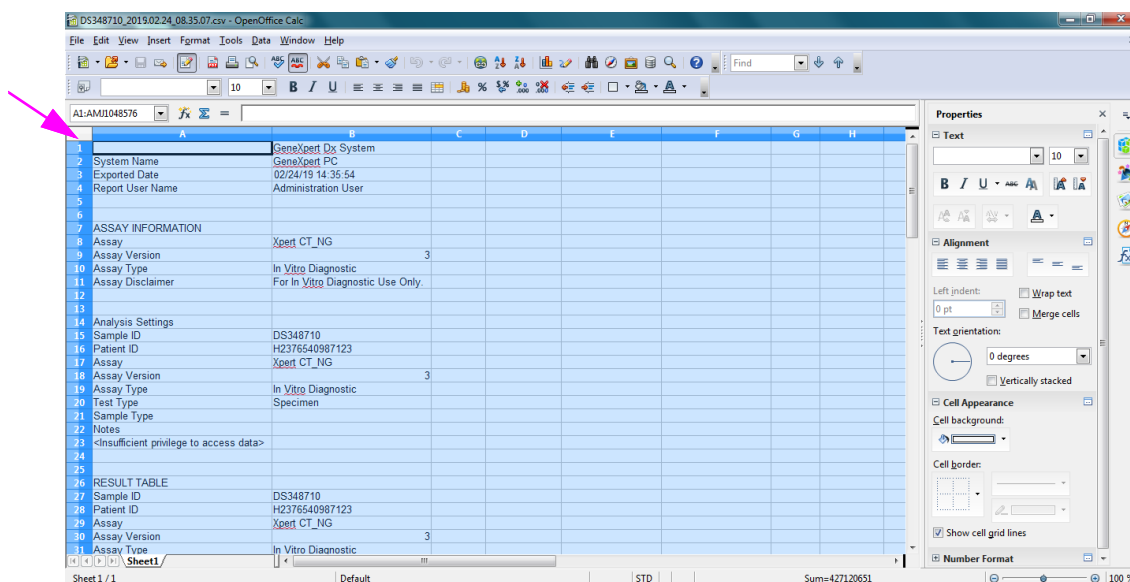

Figura D-5. Todas las celdas seleccionadas
- Tras hacer las selecciones, haga clic en **OK (Aceptar)**. Se mostrará el archivo .csv. Consulte la figura D-5.
- Una vez abierto el archivo, haga clic en la esquina superior izquierda de la hoja de cálculo para resaltar todas las celdas, como se muestra en la figura D-5.